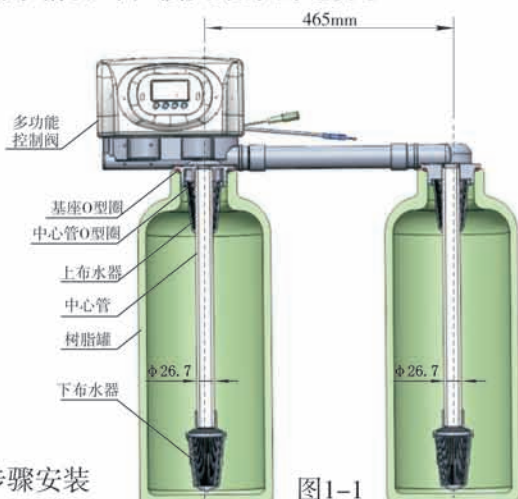

图1-1
①安装控制阀
- a、按图1-1所示，选取外径为26.7mm的中心管，把中心管与下布水器用胶封固，放入罐体底部，将超过罐口部分的中心管截断并外部倒圆。